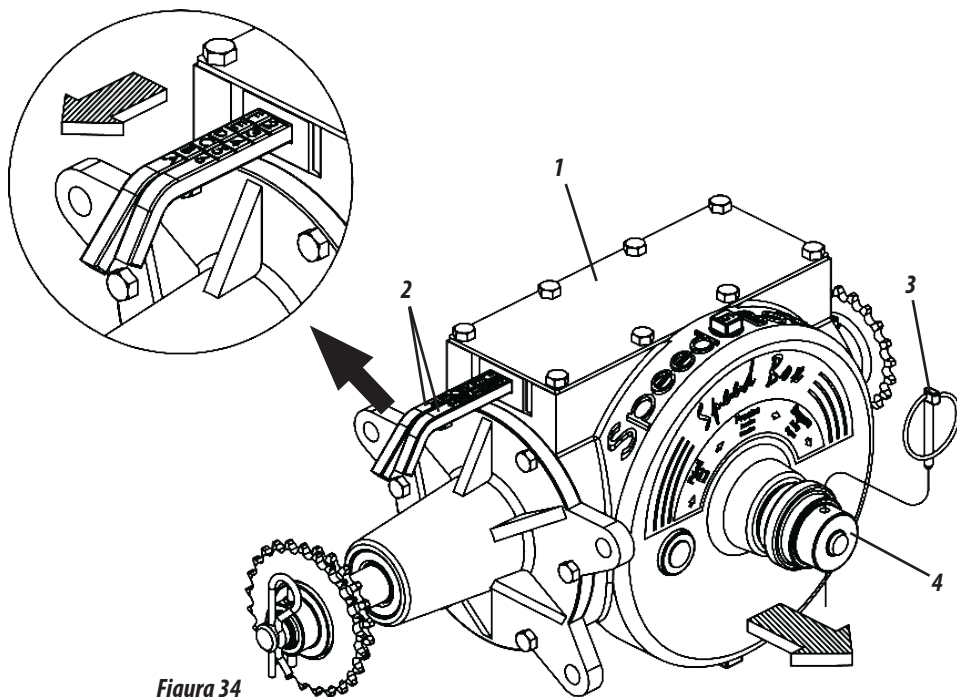

Figura 34
SPEED BOX (FIGURA 34)
- 1- Selecione a quantidade desejada nas tabelas e verifique a combinação correspondente nas alavancas (2). **Exemplo:** Posição **F2** na tabela, indica que a alavanca com letras deve estar na posição **"F"** e a alavanca com números deve estar na posição **"2"**, conforme mostra a figura 34.